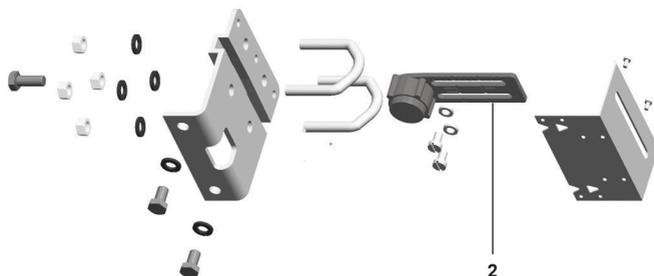

Fig. 24 Kit di montaggio a colonna per un attuatore lineare
- 5.2.1** Fissare non saldamente la staffa magnete (2) al connettore valvola/attuatore (fare riferimento alle Figure 24 e 25). Assicurarsi che sia posizionato orizzontalmente (come mostrato nella Figura 25).